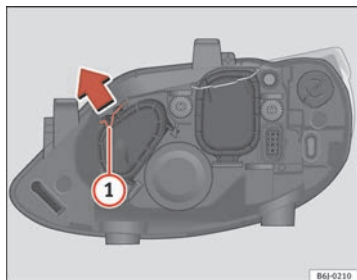

Abb. 139 Fernlicht
- Verschieben Sie die Strebe ① in Pfeilrichtung und nehmen Sie den Deckel ab ⇒ Abb. 139.